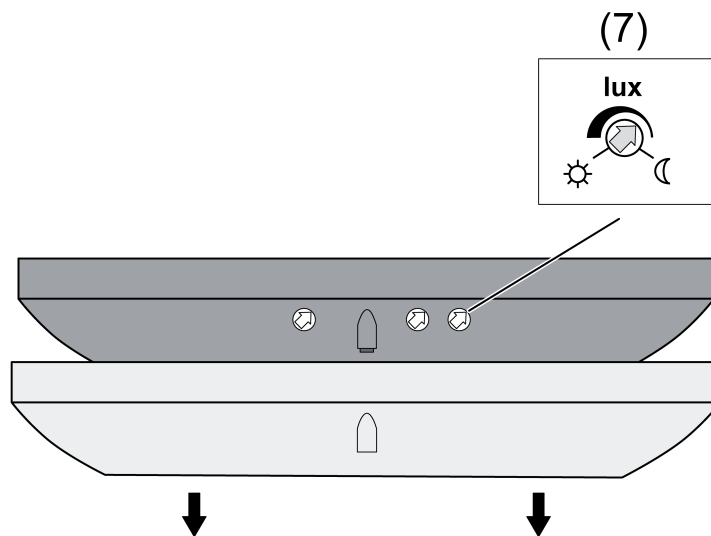

Bild 9: Einsteller Helligkeit
Beim Einlernen des ersten Präsenzmelders in den Empfänger darf der Helligkeitsregler (7) nicht auf das Symbol Mond zeigen (Bild 9). Ein so eingestellter Präsenzmelder kann nicht als Erster in einen Empfänger gelernt werden.
- Helligkeits-Sollwert am Präsenzmelder (7) so einstellen, dass das resultierende Helligkeits-Niveau im Raum der gewünschten Helligkeit entspricht bzw. das Licht einschaltet (Bild 9).